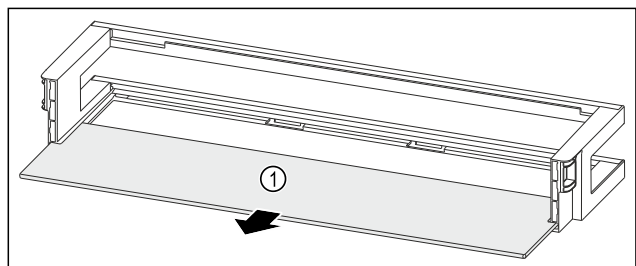

Fig. 87 Türabsteller mit Abstellfläche
- ▶ Abstellfläche Fig. 87 (1) entnehmen.